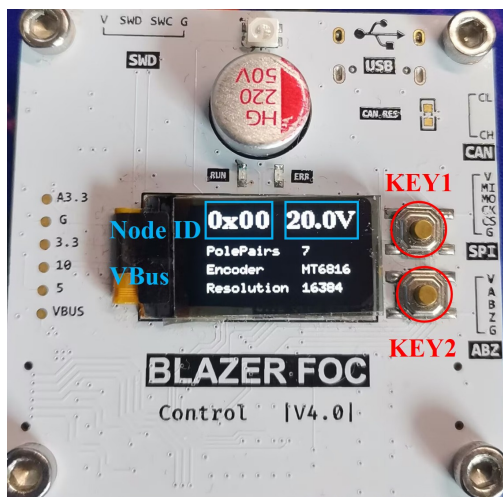

图4-1 菜单初始界面
离线配置使用两个按键进行事件的触发，如图4-1所示，上方按键为**key1**，下方按键为**key2**。每个按键均具有**短按**和**长按**两个操作方式，长按时间约2s。以下为不同操作方式对应的基本逻辑。
- **key1 短按**：菜单右移、对象自增
- **key1 长按**：进入下一级页面
- **key2 短按**：菜单左移、对象自减
- **key2 长按**：退回上一级界面